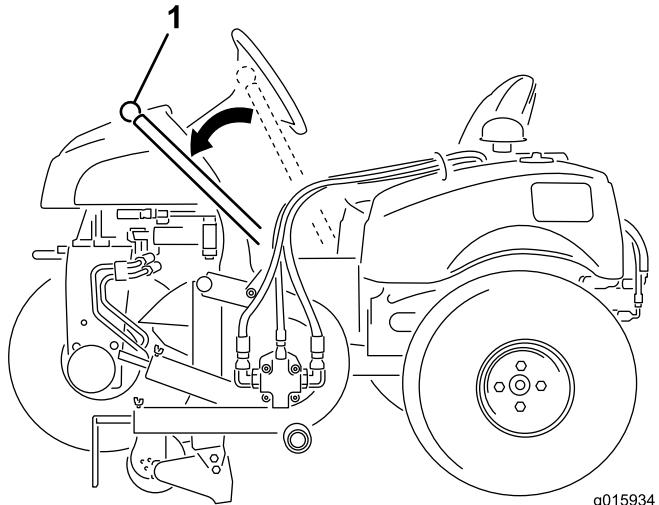

図 17
このハンドルでエッジヤーの上げ下ろしを行います（図 17）。
2. ハンドルを外側に倒してエッジヤーのブレードを地表面まで下降させる（図 17）。
- ・ ハンドルを外側に倒してエッジヤーのブレードを移動走行位置に上昇させる（図 17）。